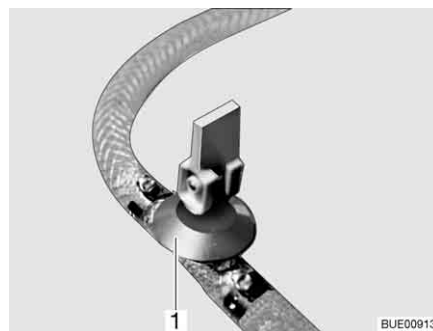

Bild 184 Ablasshahn
- Ablasshahn/Ablasshähne schließen. Dazu den Kipphebel (Bild 184,1) waagrecht stellen.
- Ablasshahn/Ablasshähne (Bild 184) öffnen. Dazu den Kipphebel (Bild 184,1) senkrecht stellen. Der Boiler wird nach außen entleert.